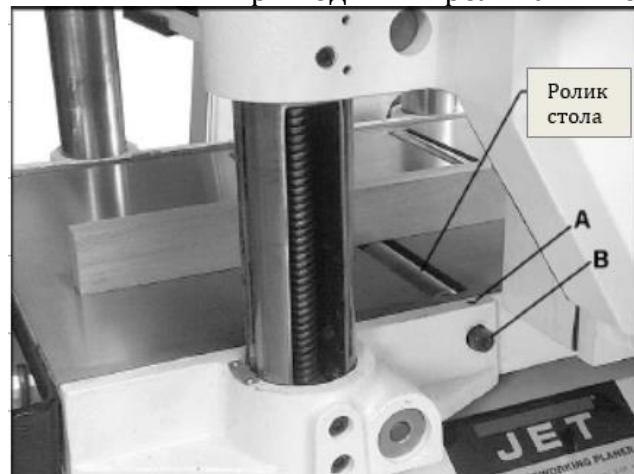

Рис. 14
Рейсмусовый станок снабжён двумя роликами (рис. 14), которые обеспечивают подачу заготовки, при этом уменьшая трение. Так как каждый сорт древесины ведёт себя по-разному, точные размеры надлежащей настройки по высоте отсутствуют. В общем случае, при строгании шероховатой заготовки следует устанавливать ролики следующим образом. При строгании отделанной заготовки ролики стола следует устанавливать в нижнем положении.
3. На одной стороне стола ослабить установочные винты (A, рис. 14) шестигранным ключом на 3 мм и поворачивать эксцентриковые валы (B, рис. 14) для поднятия или опускания роликов.